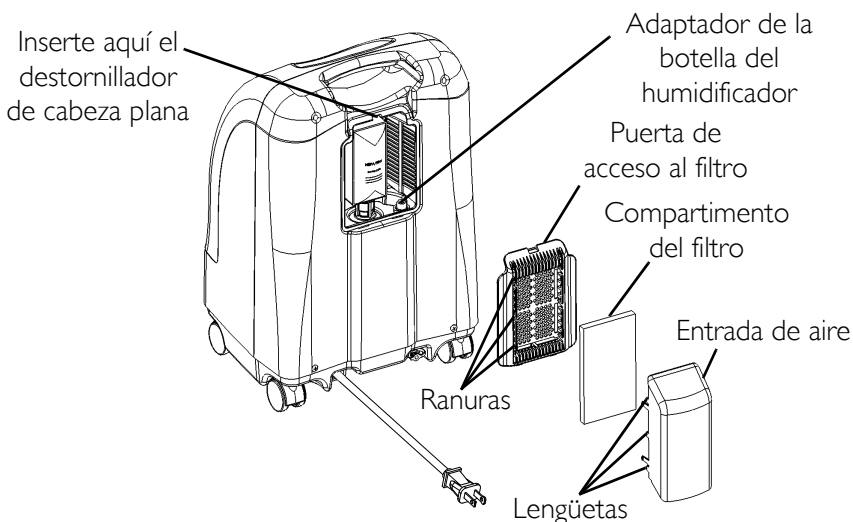
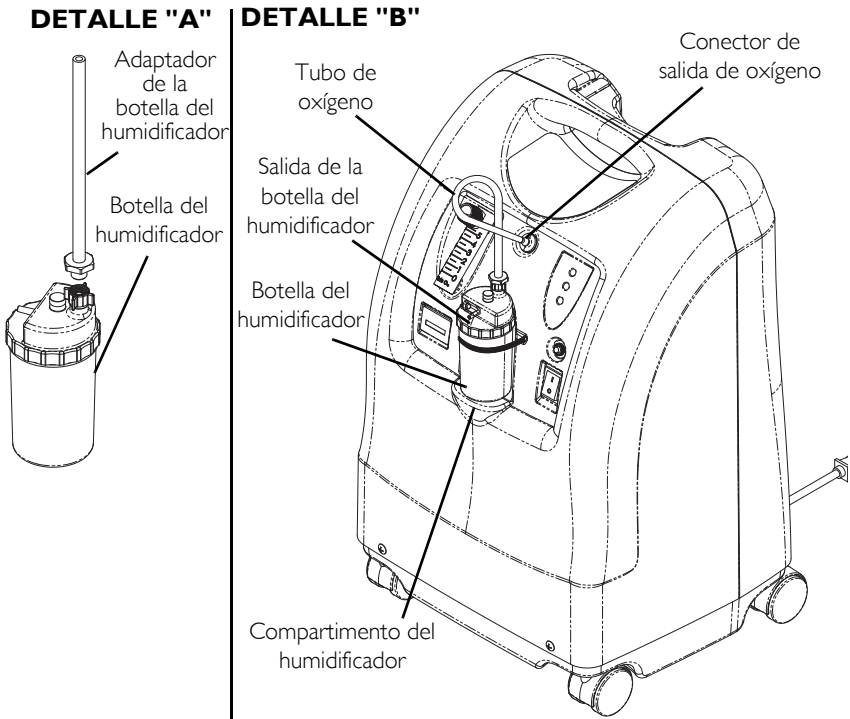

FIGURA 6.2 Adaptador de la botella del humidificador
FIGURA 6.3 Compartimento del humidificador
NOTA: Para este procedimiento, consulte a FIGURA 6.1, FIGURA 6.2 en la página 115, FIGURA 6.3 en la página 116.
3. Inserte un destornillador de cabeza plana en la ranura de la placa situada en el borde superior de la puerta de acceso al filtro y suavemente cierre la puerta de acceso al filtro (FIGURA 6.2).
4. Extraiga y retire el adaptador de la botella del humidificador (FIGURA 6.2).
6. Fije el adaptador de la botella del humidificador a la misma girando la tuerca de la botella del humidificador en el sentido contrario a las agujas del reloj hasta que se cierre de forma segura. Véase Detalle "A" en FIGURA 6.3.
7. Fije el adaptador / botella del humidificador al conector de la salida de oxígeno del concentrador. Véase Detalle "B" en FIGURA 6.3.
8. Fije los tubos de oxígeno desde el adaptador / botella del humidificador al conector de la salida de oxígeno del concentrador. Véase Detalle "B" en FIGURA 6.3.
9. Fije el tubo de suministro de la cánula / paciente a la salida de la botella del humidificador. Véase Detalle "B" en FIGURA 6.3.